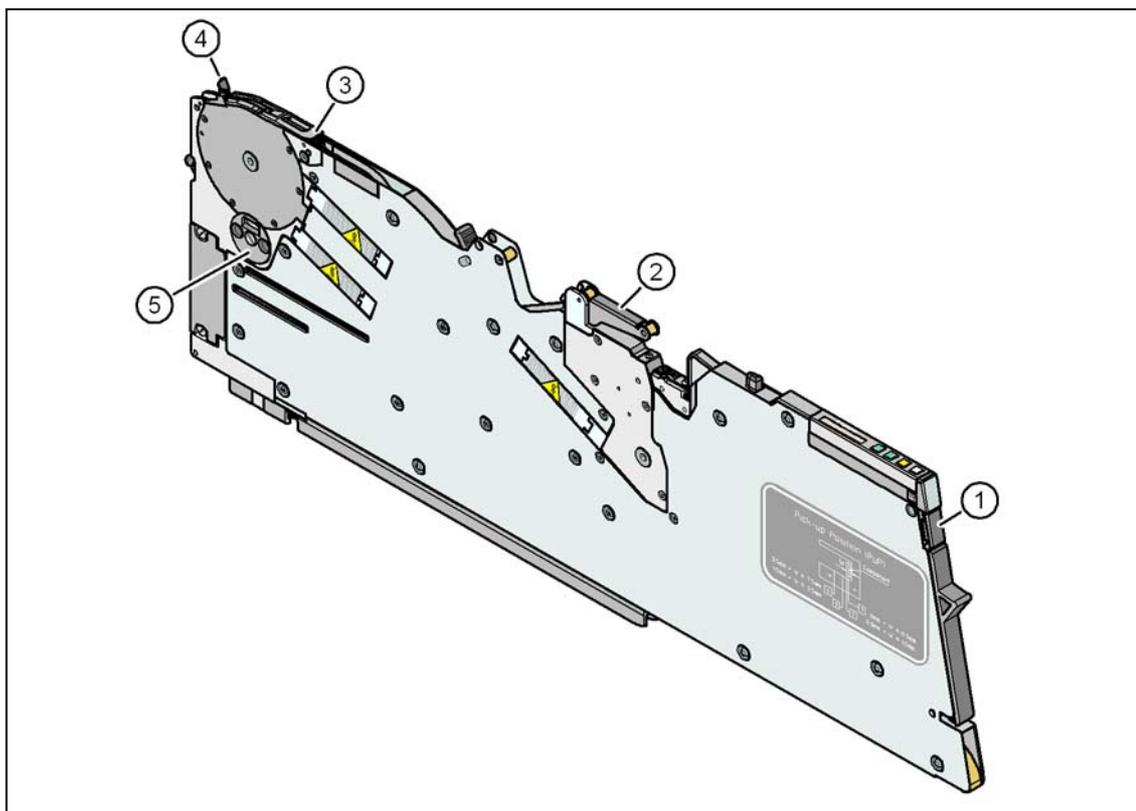
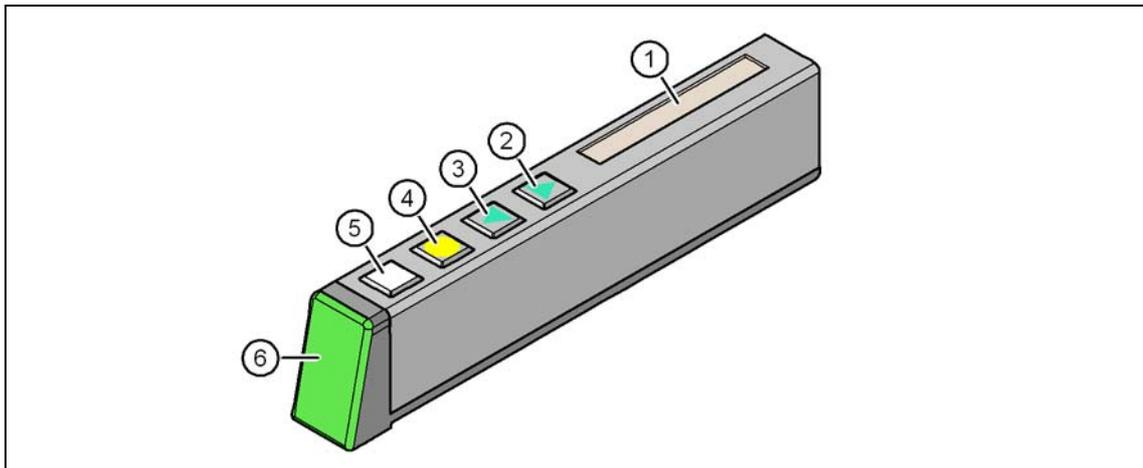

图 5.10-2 在使用前请检查 X 供料器模块
图 5.11-1 X 供料器模块上的按钮、LCD 和状态显示灯
- 当供料器模块位于停止位置时，锁定插销（项目 7，图 5.10-3，第 261 页）锁止在供料器模块的锁定滚轮（项目 1，图 3.9-1，第 146 页）。如果您忘记了安装拆下的握柄（项目 1，图 5.10-2，第 260 页），供料器模块操作面板上的状态显示灯就会在几秒后发红光。LCD 显示屏显示故障消息“握柄 --->”（参见图 5.11-1，第 268 页）。
- 安装拆下的握柄（项目 1，图 5.10-2，第 260 页）。供料器模块的状态显示灯变为绿色，表示供料器模块处于待机状态。轨道编号和传送导轨增量将再次显示在 LCD 显示屏上。